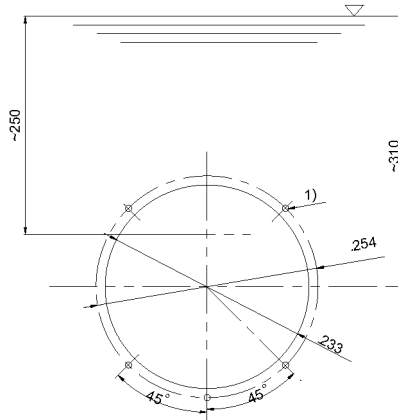

Abb. 1
- a) Befestigen Sie die Platte der Gegenstromanlage im Loch in der Pool-Wand mit 4 Schrauben (M6*20) (Abb. 1).